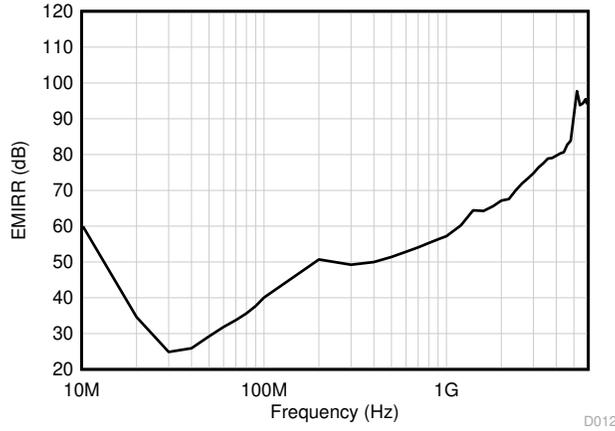

图 6-3. EMIRR 测试
TLV916x 采用集成电磁干扰 (EMI) 滤波来减少无线通信设备、混合使用模拟信号链和数字元件的高密度电路板等干扰源产生的 EMI 效应。通过电路设计技术可改进 EMI 抗扰度；TLV916x 受益于这些设计改进措施。德州仪器 (TI) 已经开发出在 10MHz 至 6GHz 扩展宽频谱范围内准确测量和量化运算放大器抗扰度的功能。图 6-3 显示了对 TLV916x 执行此测试的结果。表 6-1 列出了在实际应用中 TLV916x 在常见特定频率下的 EMIRR IN+ 值。运算放大器的 EMI 抑制比应用报告包含了与运算放大器相关的 EMIRR 性能主题，该报告可在 [www.ti.com](http://www.ti.com) 上下载。